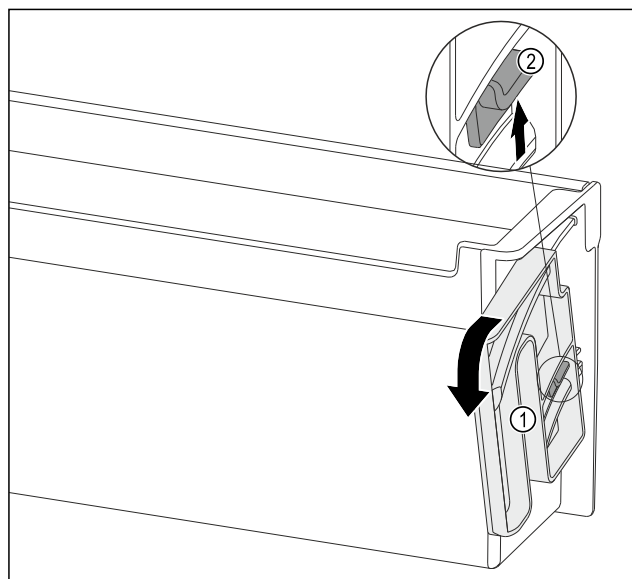

Fig. 116
- Otočte otočnú jednotku Fig. 116 (1) do uvedeného smeru až na doraz.
- Potlačte sponu Fig. 116 (2) nahor a odoberte otočnú jednotku Fig. 116 (1).